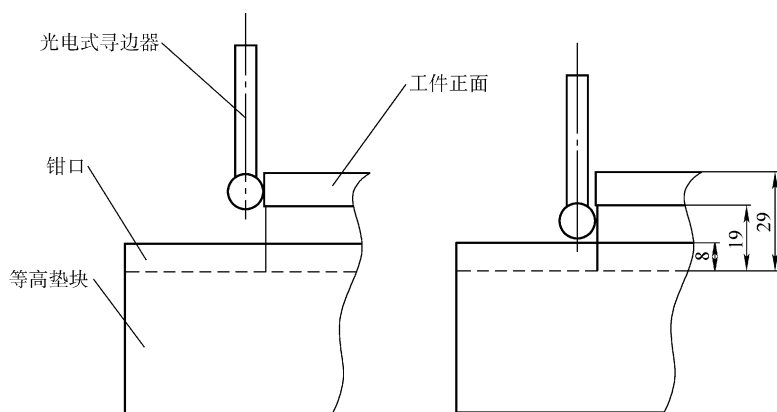

图 4-60 零件正面 XY 方向的粗定位和精确定位
1) 由于毛坯误差的存在，光电式寻边器的球形触头不可能直接接触到已经精加工过的侧面。在没有专用夹具的情况下，先以粗定位方式进行 XY 方向对刀，对刀步骤与 4.6.2 节的步骤 5)～10) 大致相同，所不同的是用光电式寻边器时，主轴不动，用寻边器的球心碰触工件两边，小心操作，直到氖光灯刚刚点亮，如图 4-60 左图所示。
6) 用光电式寻边器的球形触头接触到已经精加工过的侧面，以步骤 1) 的方式修正 XY 方向对刀，如图 4-60 右图所示。